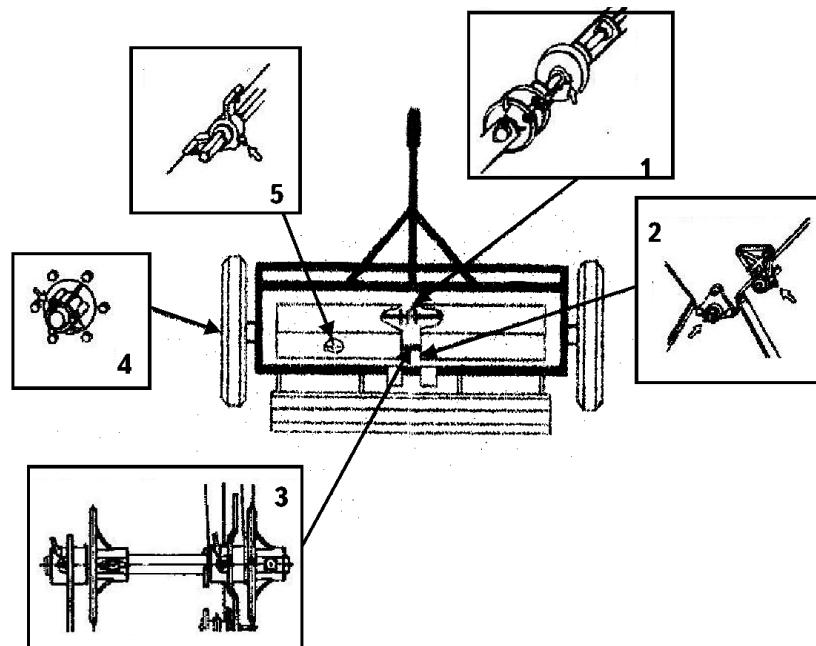

Рис. 46. Схема смазки
5.2.5. Прокрутите сеялку вручную и проведите её смазку согласно схеме смазки (рис. 46) и добейтесь плавной работы всех механизмов без заеданий.